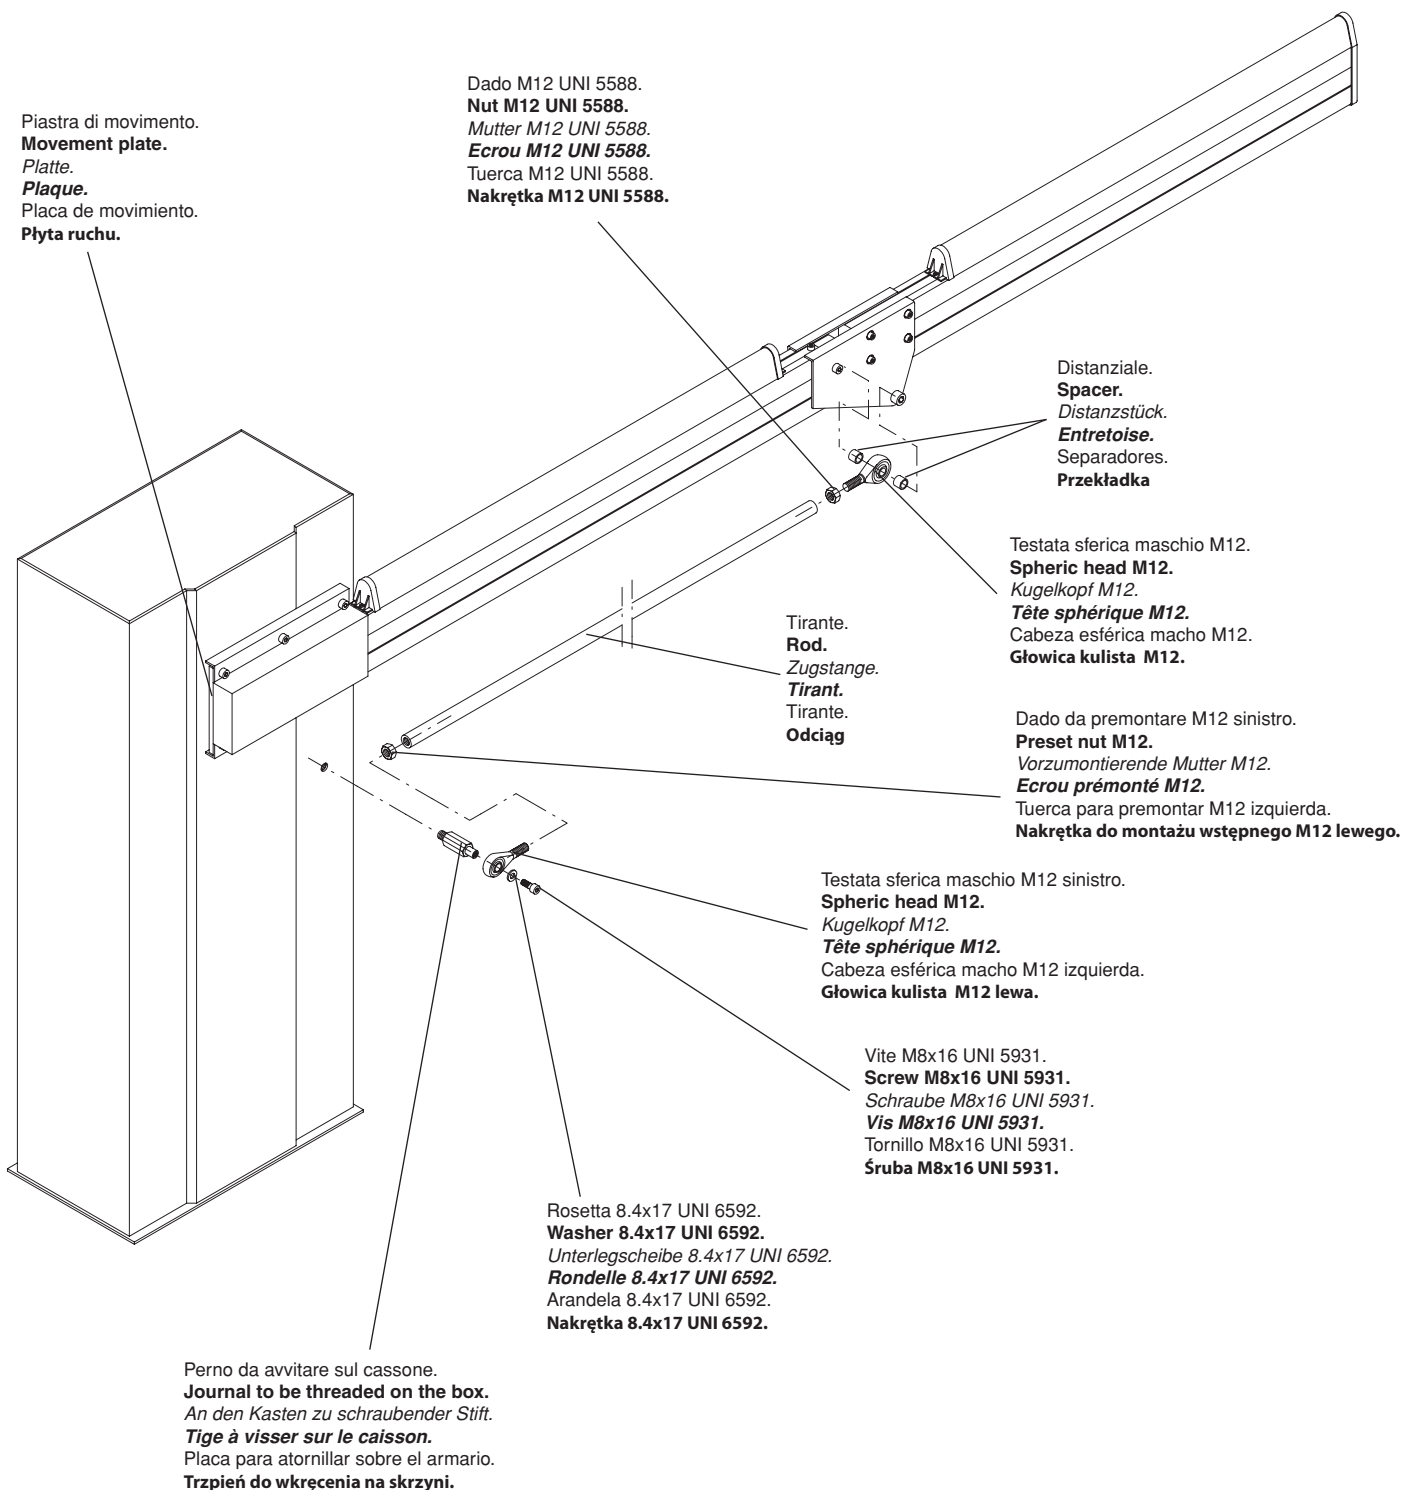

Fig.4
- Montare le testate sferiche sul tirante (dopo avervi premontato i dadi) fig. 4.
- Avvitare il perno filettato sul cassone (fig. 4), inserirvi la testata sferica e serrare la vite.
- Fissare il profilo L1 alla piastra di movimento come da paragrafo 4 (vedere anche fig. 4).
- Fissare il tirante, interponendo i distanziali, tra le due piastre con la vite M12 (fig. 4).
- Fit the spheric round heads on the stay bolt (after presetting the nuts) fig. 4.
- Screw the threaded journal on the box (fig. 4), insert the spheric head and tighten the screw.
- Fix the profile L1 to the movement plate as per paragraph 4 (see also fig. 4).
- Fix the stay bolt (placing the spacers between), between the plates, through the screw M12 (fig. 4).
- Kugelköpfe an der Zugstange anbringen, nachdem dort die Muttern vormontiert worden sind (Bild 4).
- Gewindestift an den Kasten schrauben (Bild 4), Kugelkopf einfügen und Schraube anziehen.
- Profil L1 an der Bewegungsplatte befestigen, wie in Absatz 4 beschrieben (siehe auch Bild 4).
- Zugstange befestigen und Distanzstücke zwischen beiden Platten mit Schraube M12 befestigen (Bild 4).
- Stift  $\varnothing 12$  im Halter mit den beiden Schrauben M8 befestigen (Bild 4).
- Monter les têtes sphériques sur le tirant (après que vous ayez préalablement monté les écrous) Fig. 4.
- Visser la tige fileté sur le caisson (Fig. 4), puis insérer la tête sphérique et serrer la vis.
- Fixer le profil L1 à la plaque de mouvement comme indiqué dans le paragraphe 4 (voir aussi Fig. 4).
- Fixer le tirant, en interposant les entretoises entre les deux plaques avec la vis M12 (fig. 4).
- Montar las cabezas esféricas sobre el tirante (después de haber montado las tuercas) fig. 4.
- Atornillar el perno roscado sobre el armario (fig. 4), insertarle la cabeza esférica y apretar el tornillo.
- Fijar el perfil L1 a la placa de movimiento como en el apartado 4.1 (véase también la fig. 4).
- Fijar el tirante, interponiendo los separadores entre las placas con el tornillo M12 (fig. 4).
- Zamontować główce kuliste na odciążu (po wcześniejszym wstępnym zamocowaniu nakrętki) Rys. 4.
- Wkręcić trzpień gwintowany do skrzyni (Rys. 4), wprowadzić główkę kulistą i dokręcić śrubę.
- Przymocować listwę L1 do płyty ruchomej tak, jak podano w paragrafie 4 (zobacz także Rys. 4).
- Zamocować odciąż, zakładając przekładki między dwiema płytami ze śrubami M12 (Rys. 4).